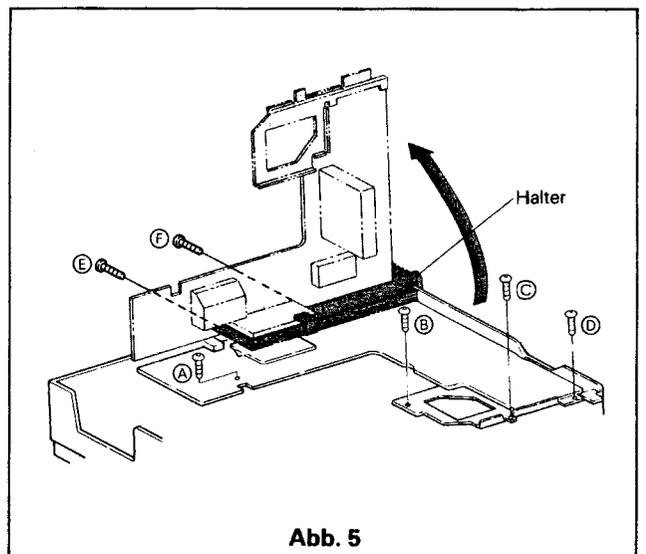

Abb. 5
1. Die vier Schrauben (A), (B), (C), (D) auf der Oberseite und die Schrauben (E), (F) von der Rückseite entfernen. (Siehe Abb. 5)